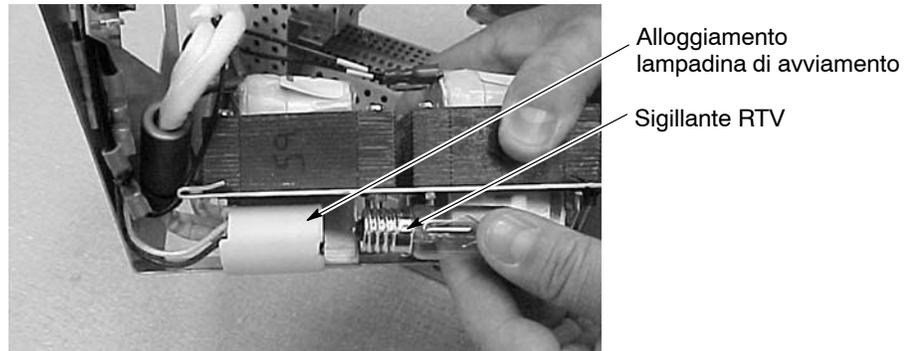

Figura 6-24 Sostituzione della lampadina di avviamento
2. Vedi figura 6-24. Tagliare il sigillante RTV alla base della lampadina e svitare la lampadina.